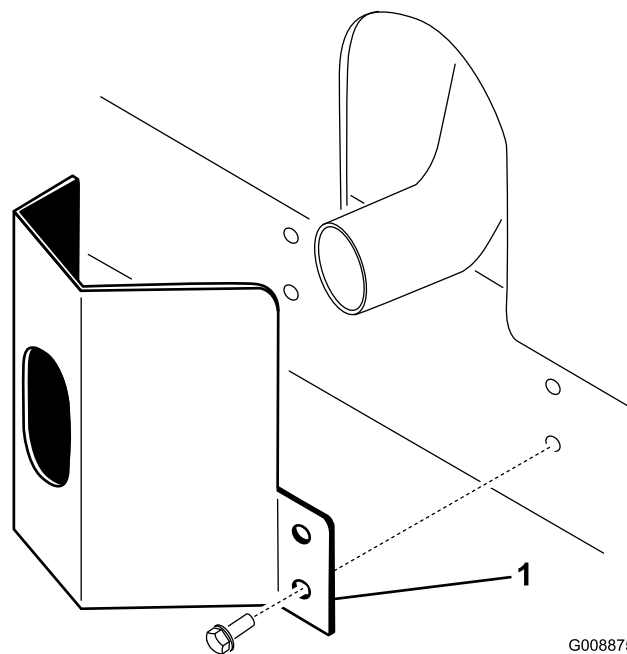

Figura 11
1. Coloque a cobertura do escape à volta da panela do escape, enquanto estiver a alinhar os orifícios de montagem com os orifícios no chassis (Figura 11).
2. Prenda a cobertura do escape ao chassis utilizando 4 parafusos autorroscantes (Figura 11).